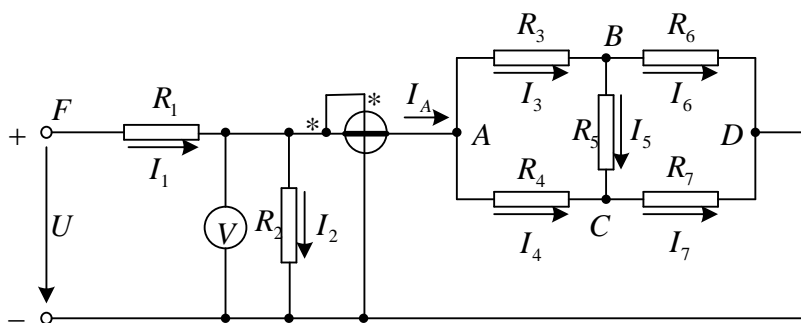

Рис. 1.1
1. По базе данных (табл.1.1) для своего варианта определить параметры электрической цепи (рис. 1.1), питающейся от сети постоянного тока с напряжением U .